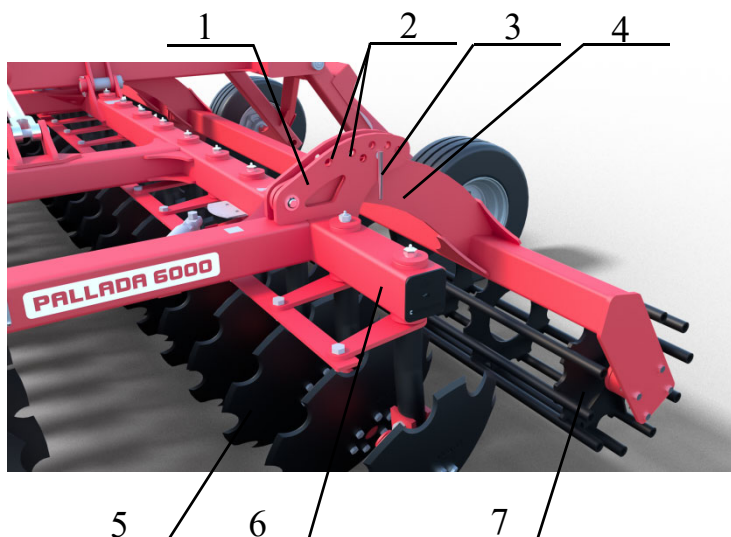

Рисунок 10. Регулювання глибини обробітку:
3. Глибину ходу дискової борони регулюють за допомогою механізму регулювання глибини обробітку, змінюючи й фіксуючи пальцем 3 (рисунок 10) у відповідних суміщених отворах 2 кронштейна 4 котка і кронштейна 1 рами 6 борони положення ущільнювального котка 7 відносно батарей 5 дисків після переміщення їх у вертикальному напрямку.